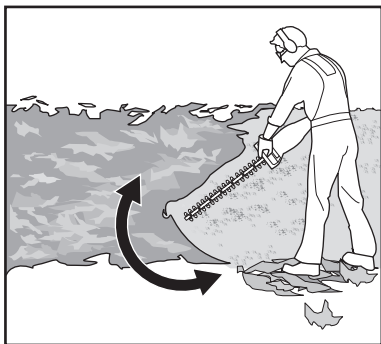

Fig. 7
2. Certifique-se de que a pega traseira (8) está bloqueado numa das cinco posições predefinidas, em vez das outras posições intermédias.
4. Segure sempre firmemente o produto com ambas as mãos pelas pegas dianteira (3) e traseira (8). Nunca utilize esta máquina com apenas uma mão.
6. Primeiro, corte de ambos os lados, partindo da parte inferior em direção à parte superior. Isto impede a queda de plantas cortadas no percurso da área ainda por cortar (Fig. 7).